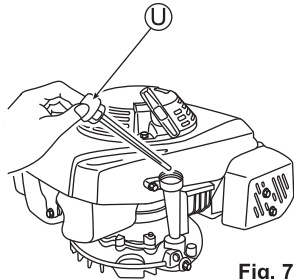

Fig. 7
1. Remova a tampa do depósito de óleo (U), puxe o indicador e volte a inseri-lo sem rosquear. (Veja a fig. 7)
2. Remova a tampa do depósito de óleo (U) e verifique se o nível está entre os limites inferior e superior do indicador.
4. Feche firmemente a tampa do depósito de óleo (U) depois da verificação.